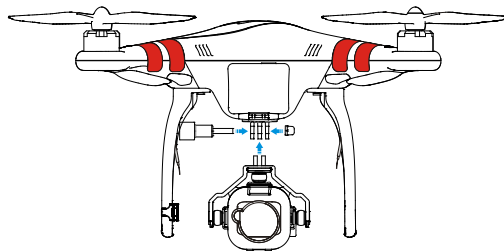

Fig.3
3. (Fig.3) Serrez les vis
(Fig.3) S'assurer que la caméra est dirigée vers l'extérieur puis fermer le support.